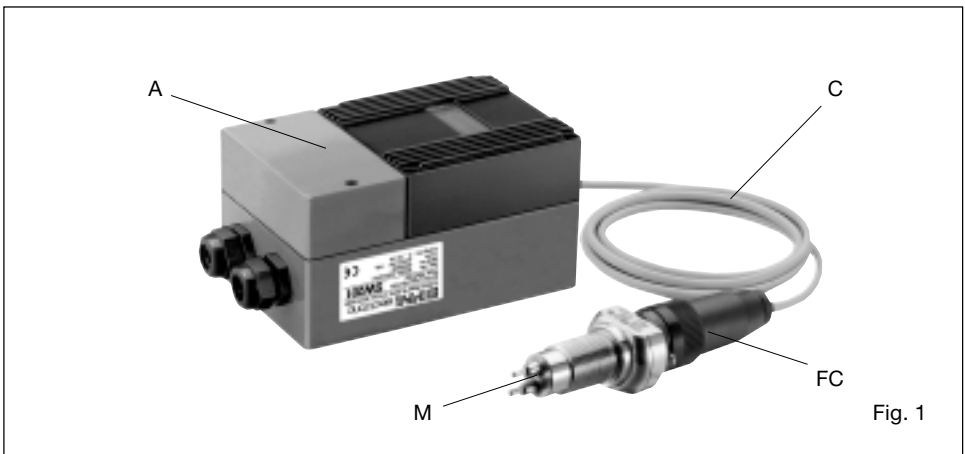

Fig. 1
- Mit einem Schalter (B) kann auf schwach wärmeleitende Medien umgeschaltet werden (niedrigere Heizleistung für Luft).
Der Strömungswächter besteht aus Messkopf (M) mit Flanschstecker (FC), Kabel (C) und Auswertelektronik (A). (Siehe Fig. 1)
This Single Point Flow Monitor is designed to monitor the flow of liquids and gases. Temperature monitoring is optional. The system is made up of monitoring head (M) with flange connector (FC), cable (C) and control unit (A), see fig. 1.